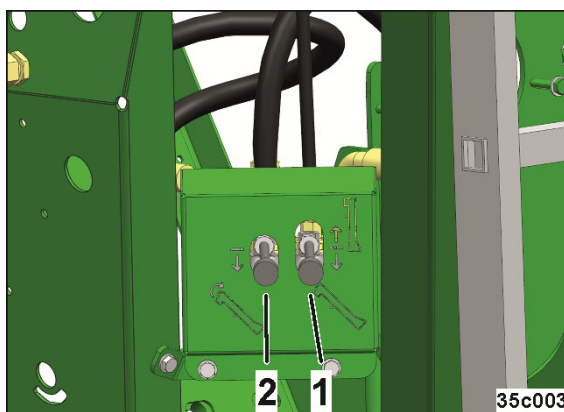

Рис. 248
4. Используйте устройство раскладывания шнека (Рис. 248/1).
5. Загрузка бункеров (Рис. 248/2).